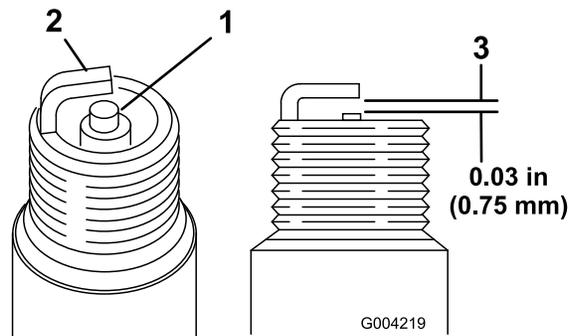

図 50
1. 中央の電極部を観察する(図 50)。絶縁体部がうす茶色や灰色なら適正、碍子が黒くなっているのは不完全燃焼である(エアクリーナの汚れが原因であることが多い)。
2. プラグの電極間のエア・ギャップ(図 50)を点検し、
3. 適正值から外れていれば外側の電極(図 50)を曲げて調整する。